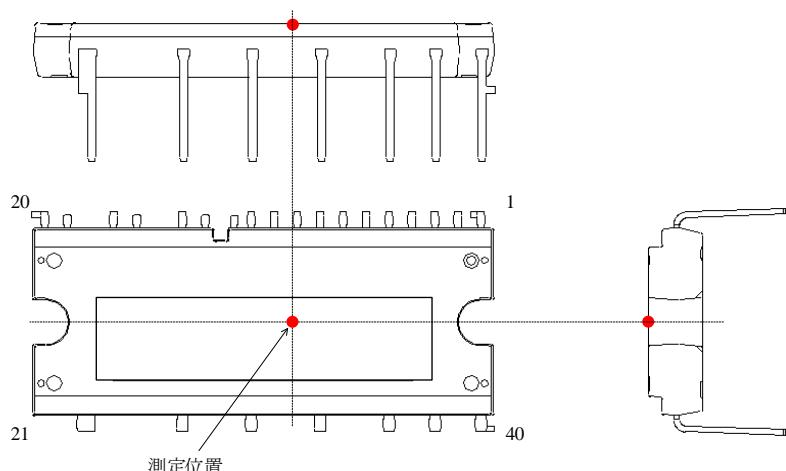

図 3-1 ケース温度測定位置
(1) 制限抵抗の電圧降下を含む
(2) ケース温度は図 3-1 で規定
(3) 内部出力素子のジャンクションとケース間の定常熱抵抗 (過渡熱特性は 15.3 項を参照)
(4) 内部フリーホイールダイオードのジャンクションとケース間の定常熱抵抗